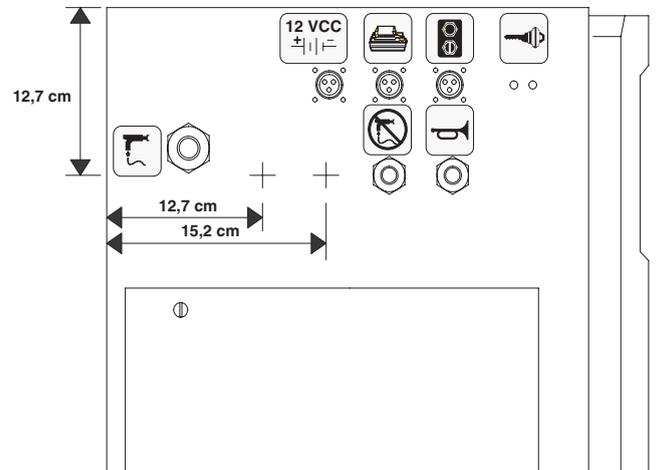

Fig. 1
1. Utilice las dimensiones indicadas en la Fig. 1 para taladrar dos agujeros de 1,1 cm (7/16") de diámetro en el lateral del panel.